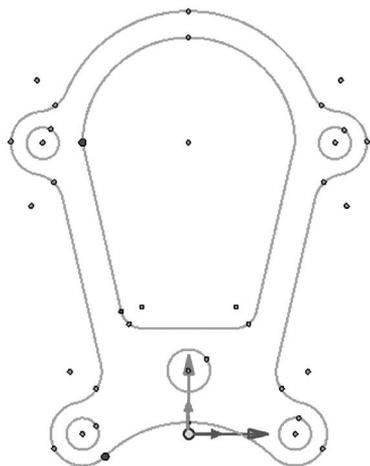

图 1-2-19 密封圈线条
(17) 单击“过渡/倒角”→“当前命令：圆弧过渡”按钮，设置圆弧半径为 8，选择斜线与直线，结果如图 1-2-19 所示。